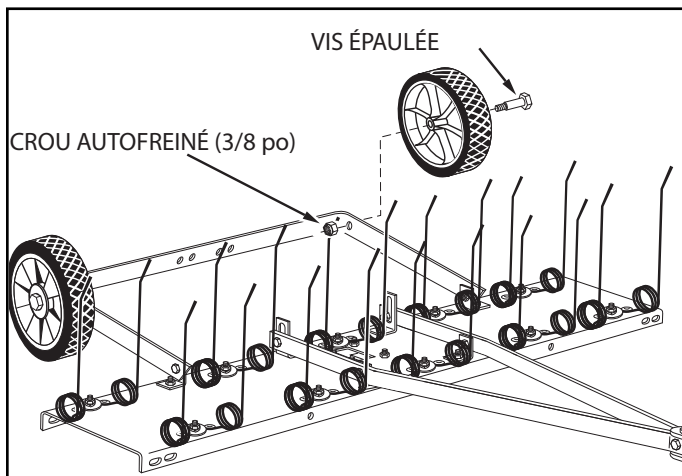

FIGURE 5
10. Fixer les roues au porte-essieu à l'aide de 2 vis épaulées (A) et de 2 écrous autofreinés (H) de 3/8 po. **Bloquer**. Voir la figure 5.